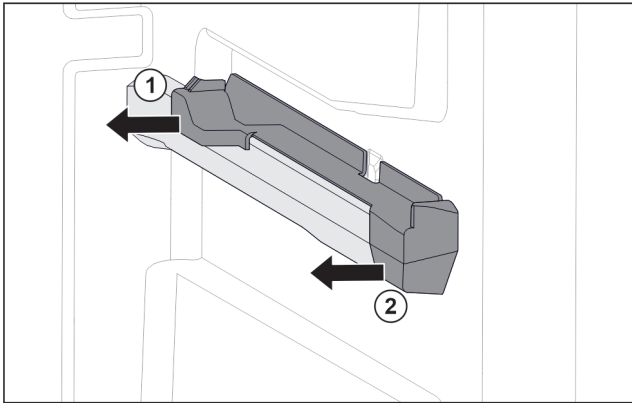

Fig. 107 Insteekelement op rechter containerrib
- ▶ Insteekelement achter naar de zijkant toe eraf trekken. Fig. 107 (1)
- ▶ Insteekelement voor naar de zijkant toe eraf trekken. Fig. 107 (2)